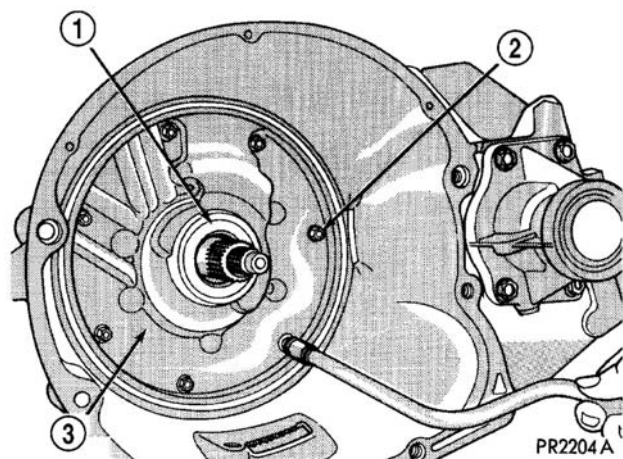

图 73 油泵固定螺栓
(18) 检查 1 号止推垫圈（在反作用轴支撑上）并按需要更换。
(19) 将油泵安装到变速驱动桥（图 73）上，拧紧螺栓扭矩为 $31\text{N} \cdot \text{m}$ (275in. lbs.)。